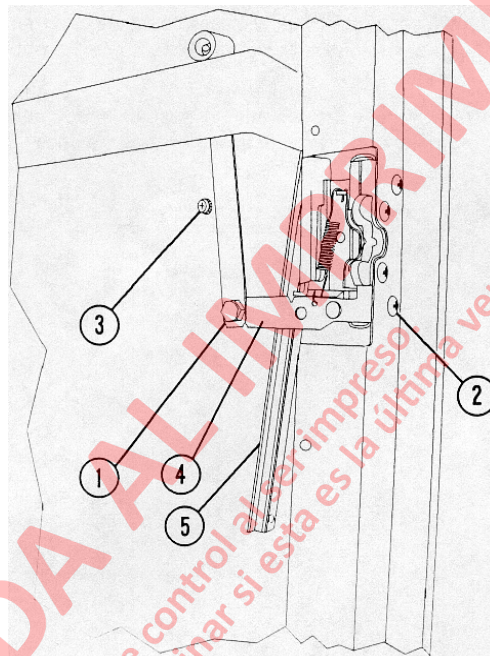

FIGURA 2-14
- Saque el perno y la tuerca del interior de la palanca de liberación (1, Figura 2-14).
- Saque los cuatro pernos de montaje que sujetan el mecanismo del seguro a la puerta (2).
- Saque el mecanismo del seguro de la puerta (4). Revise si el mecanismo del seguro de la puerta funciona correctamente realizando la siguiente prueba.
- Saque los pernos de montaje (3) de la manilla exterior de la puerta. Con la manilla de la puerta desmontada, ajuste el émbolo hacia la izquierda para aumentar la altura del botón de liberación de la manilla de la puerta. Bloquee el perno del émbolo con la tuerca de bloqueo. Apriete bien para evitar que el perno se suelte.
Asegúrese que la canal (5, Figura 2-14) que está junto al seguro de la puerta pase al lado interno del conjunto del seguro (4).
2. Consulte la Figura 2-14. Saque el perno y la tuerca (1) de la manilla interior de la puerta.
3. Saque los 4 pernos de montaje (2) del seguro. Saque el conjunto del seguro antiguo. * Si reemplaza el conjunto del seguro, vaya al paso 5.
4. Si reemplaza la manilla exterior, saque 3 pernos que sujetan la manilla al panel de la puerta (3, Figura 2-14).
6. Alinee la manilla interior de la puerta e instale un perno y tuerca (3, Figura 2-14).